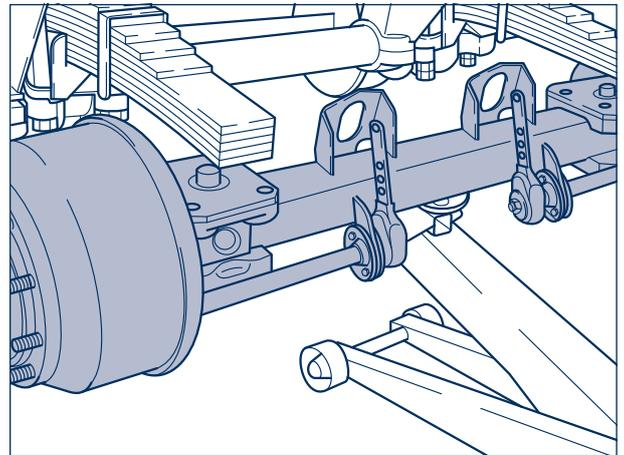

Bild 1
- [6] Achse ablassen und herausfahren (Bild 1).